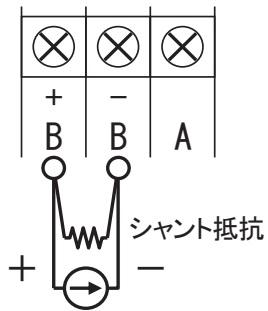

図 4.5 入力の配線(測温抵抗体入力, mA 入力の場合)
- 2) 図 4.3(18 頁), 図 4.4, 図 4.5(19 頁)の配線例に従い入力を配線します。